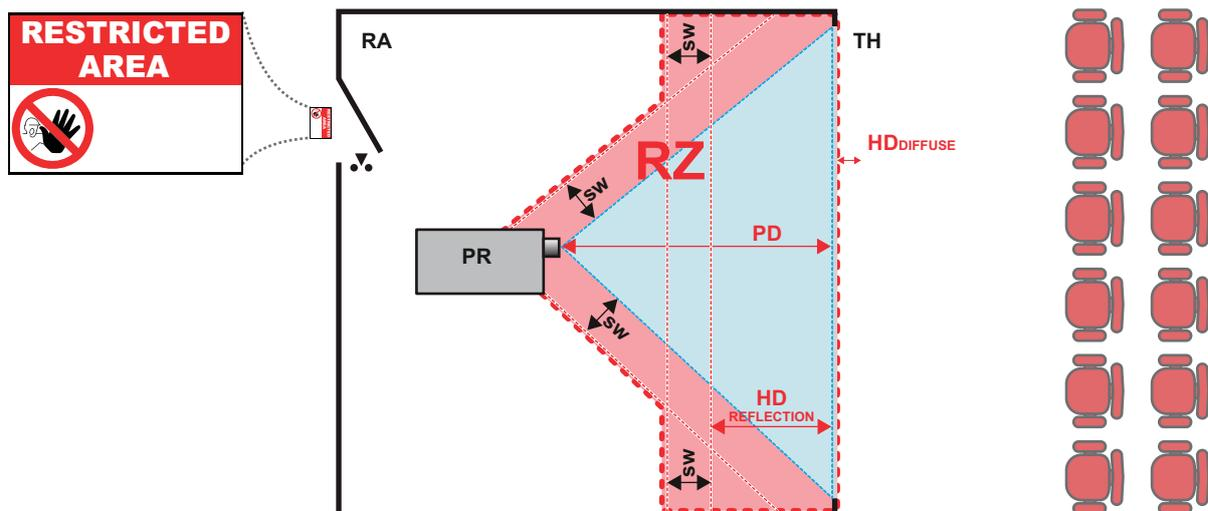

Abbildung 1-3
Der Projektor ist auch für Rückprojektionen geeignet. Dabei wird ein Strahl auf einen diffus beschichteten Projektionsbildschirm projiziert. Wie in Abbildung 1-3 gezeigt, müssen zwei Bereiche in Betracht gezogen werden: der eingegrenzte, geschlossene Projektionsbereich (RA) und der Beobachtungsbereich (TH).